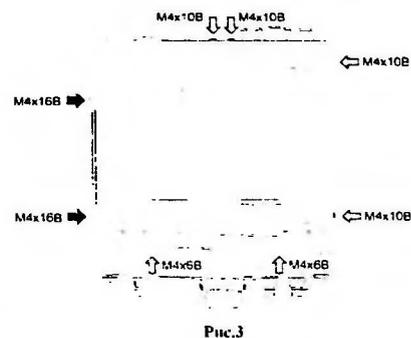

Рис.3
- ① Открутите два винта, крепящие переносную ручку трансивера, и шесть винтов, фиксирующих корпус трансивера (Рис.3).